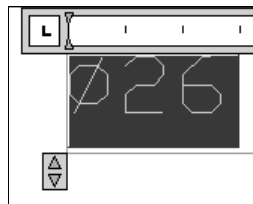

Рис. 13.16. Редактор многострочного текста после ввода символа диаметра
5. Установите позицию курсора в виде мигающей вертикальной черты перед размером, щелкните правой кнопкой мыши и выберите из контекстного меню строку **Symbol** (Символ), а затем из появившегося дополнительного меню выберите **Diameter** (Диаметр). В текстовом окне редактора многострочного текста появится значок диаметра (рис. 13.16).